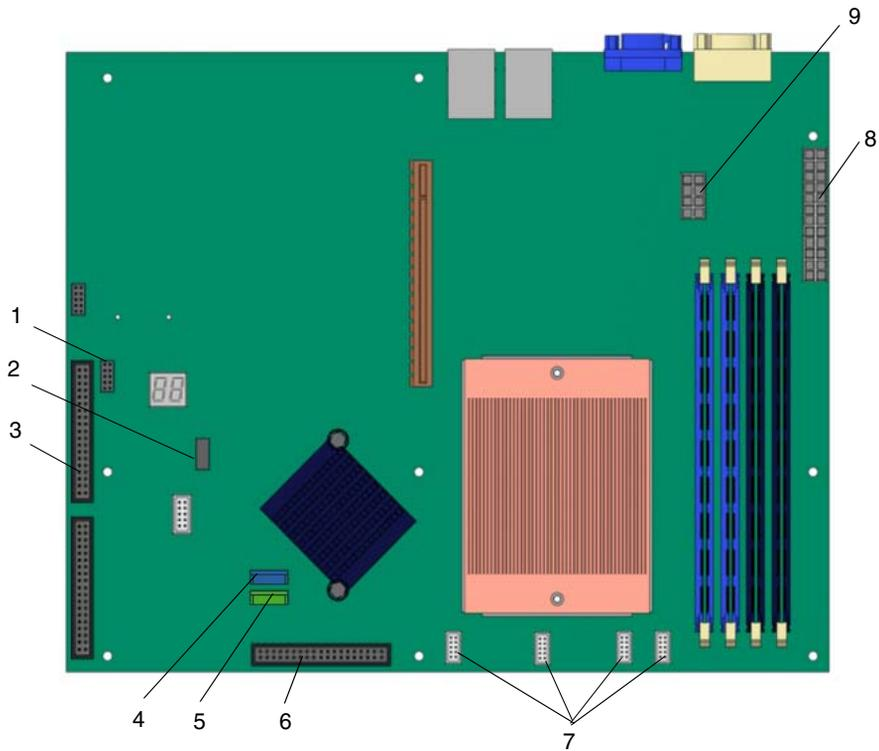
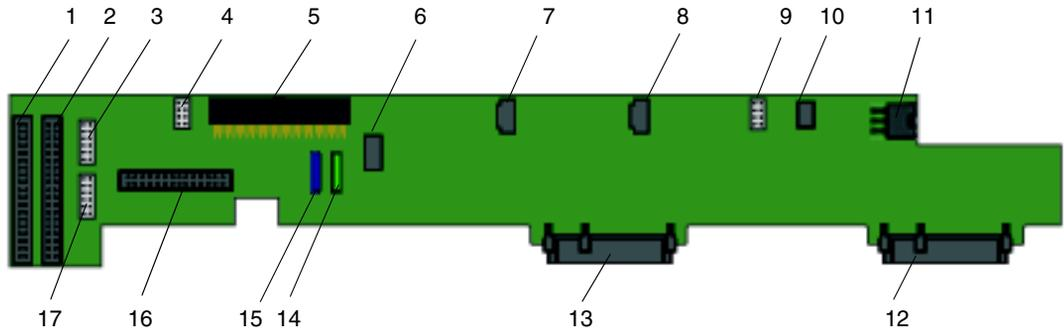

図 4-36 マザーボードケーブルの接続
図 4-37 SATA バックプレーンケーブル接続
コネクタの位置については図 4-36 と図 4-37 をご参照ください。システムのカバーに貼付されているサービスラベルのケーブル図も参照してください。
3. 交換する必要のあるすべてのケーブルを交換します。(図 4-36 または図 4-37 参照)